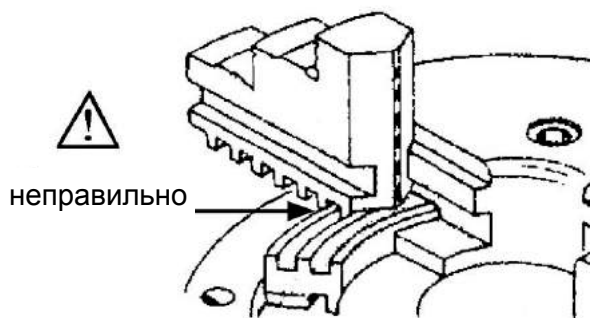

Рис.24
- Кулачки патронов при зажиме заготовок не должны выступать более чем, на треть за габариты патрона, чтобы избежать поломки или вылета (Рис.24).